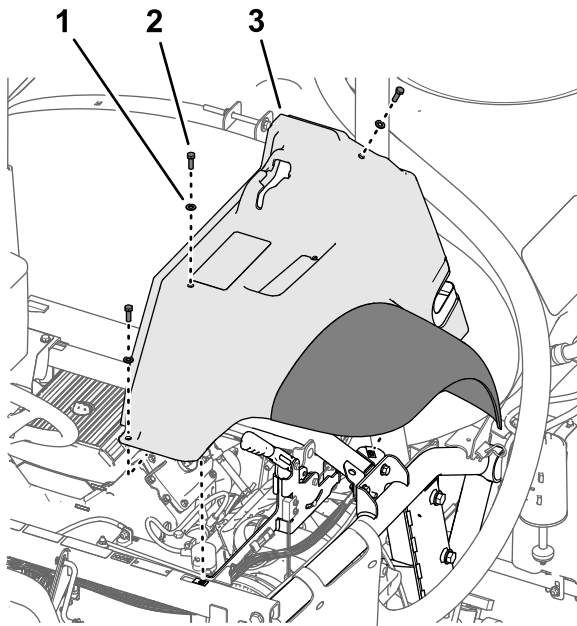

Bild 9
- Entfernen Sie die drei Schrauben (5/16 x 1") und drei Scheiben (5/16"), mit denen der Kotflügel am Rahmen der Maschine befestigt ist (Bild 9).